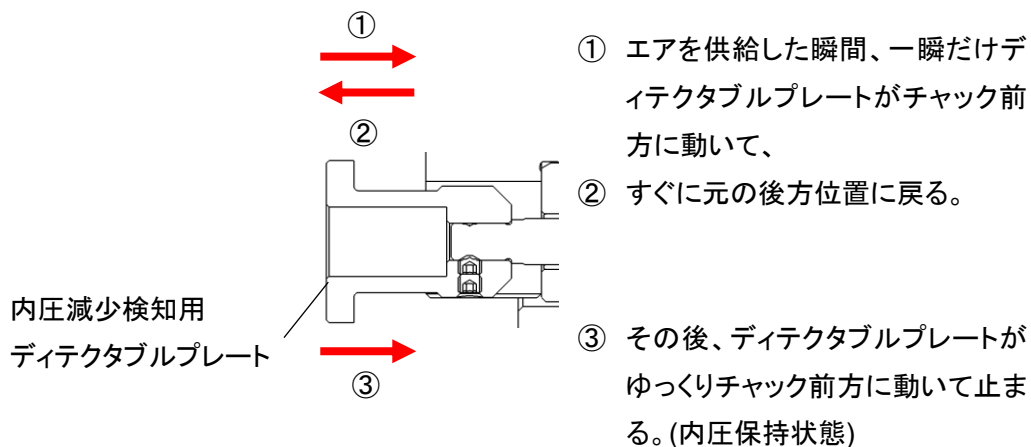

図 20
- スプリングによってディテクタブルプレート（以下「プレート」）の動作圧力を決めているため、特に供給エアが高圧の場合では、図 20 のようにエアを供給した瞬間に一瞬だけディテクタブルプレートが往復動作をすることがあります。図 20 のようなディテクタブルプレートの一瞬の往復動作を近接スイッチが検知してしまうことを回避するため、タイマーなどを用いてエア供給直後の数秒間は近接スイッチを検知させないようにしていただくなどの配慮をお願い致します。